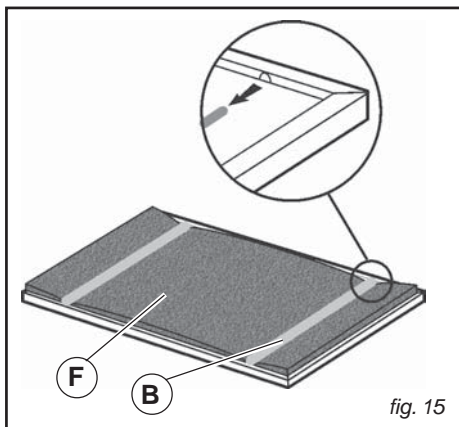

fig. 15
• Sostituzione del filtro carbone (fig.15)
Il filtro a carbone (F) è posizionato all'interno del filtro antigrasso metallico (Fig. 15); togliere gli arresti dei filtri (B) e estrarre il filtro a carbone.